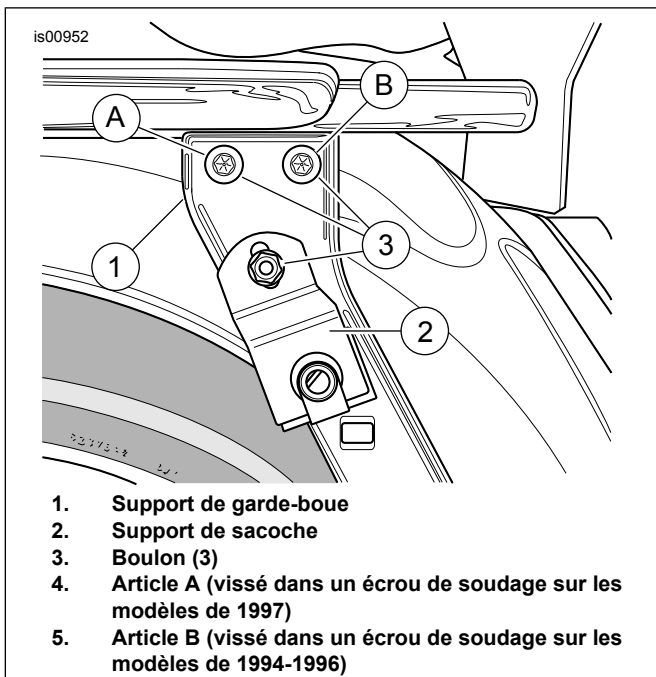

Figure 1. Dépose des boulons de série
5. Voir la Figure 1. Retirer et jeter les trois vis de chaque côté de la moto. Noter les configurations des fixations décrites sur l'illustration. Conserver l'entretoise pour l'installation de la sacoche et du support.